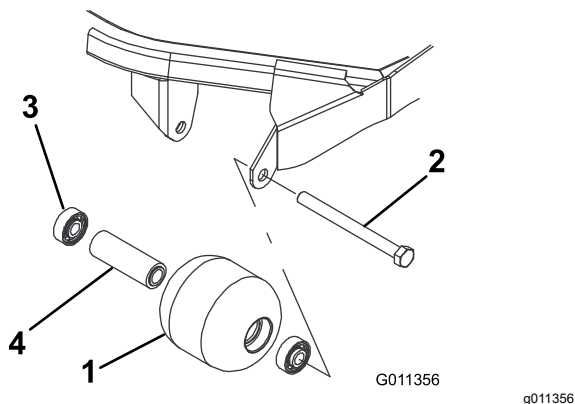

図 121
1. ローラ取り付けボルトを外す 図 121。
4. ローラハウジング、ベアリング、ベアリングスペーサに破損がないか点検する 図 121。破損している部品を交換し、組み立てを行う。
1. 第一のベアリングをローラハウジングに押し込む 図 121。アウターレースのみを押すか、インナーレースとアウターレースを均等に押すかする。
2. スペーサを入れる 図 121。
3. 第二のベアリングをローラハウジングに押し込む 図 121。インナーレースがスペーサに接触するまで、インナーレースとアウターレースを均等に押す。